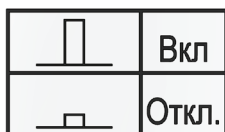

Рисунок 3 – Схема-этикетка состояния вакуумного выключателя
2.3.4. Индикатор состояния главных цепей выключателя (9), выполняет функцию кулачка для управления выносным указателем положения главных контактов, рядом с индикатором расположена мнемосхема Рис.3 поясняющая работу индикатора.